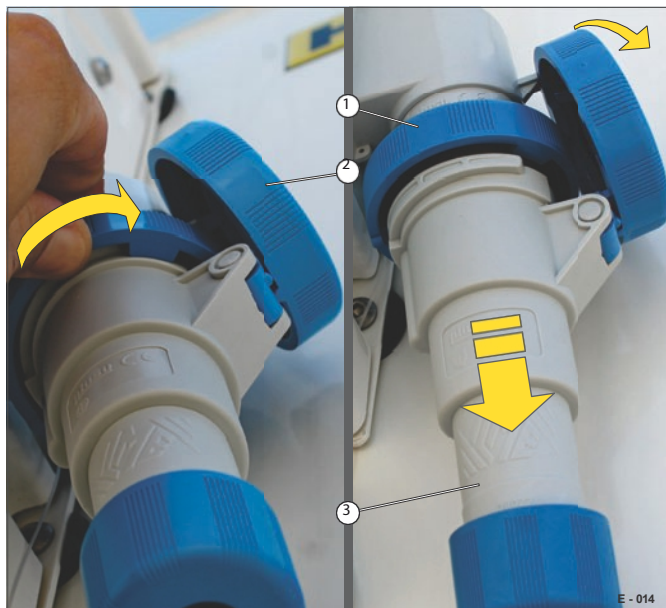

Fig. 14 Desapertar a ficha de adaptação
- Desapertar a tampa de rosca (Fig. 14/1).
- Dobrar a tampa para baixo (Fig. 14/2) e mantê-la aberta.
- Puxar cuidadosamente a ficha de adaptação (Fig. 14/3) para fora da ligação à rede eléctrica.